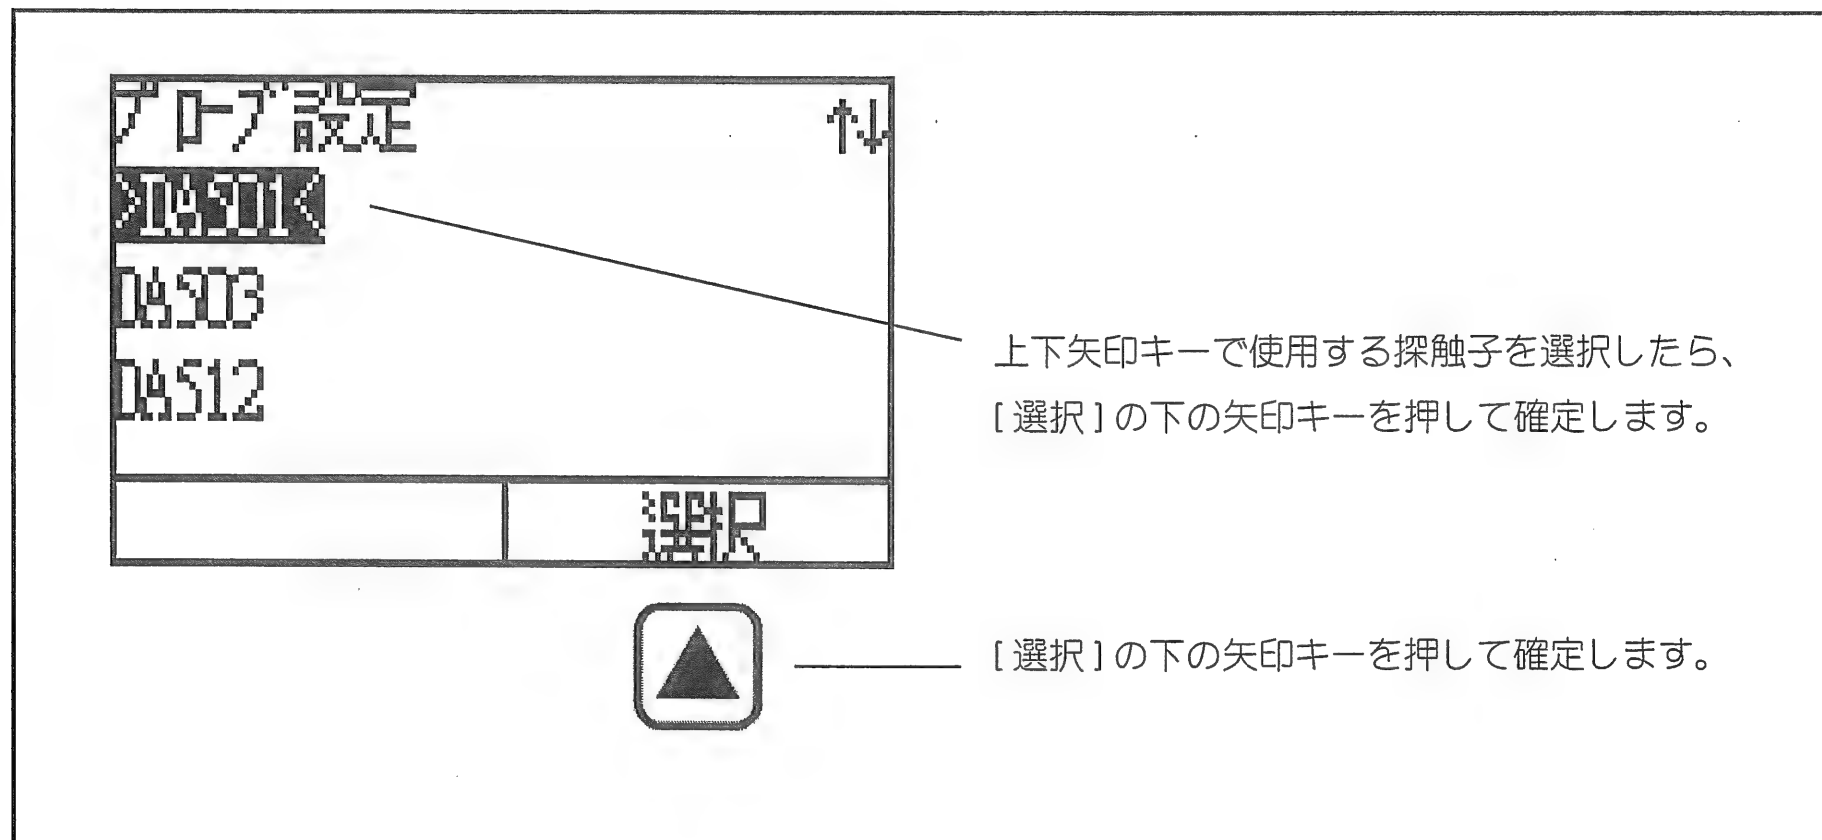

図 3: プローブ設定モード
- **プローブ設定モード**：使用するプローブの種類を選択します。選択したプローブの種類により基本的な設定条件が決まります（図 3）